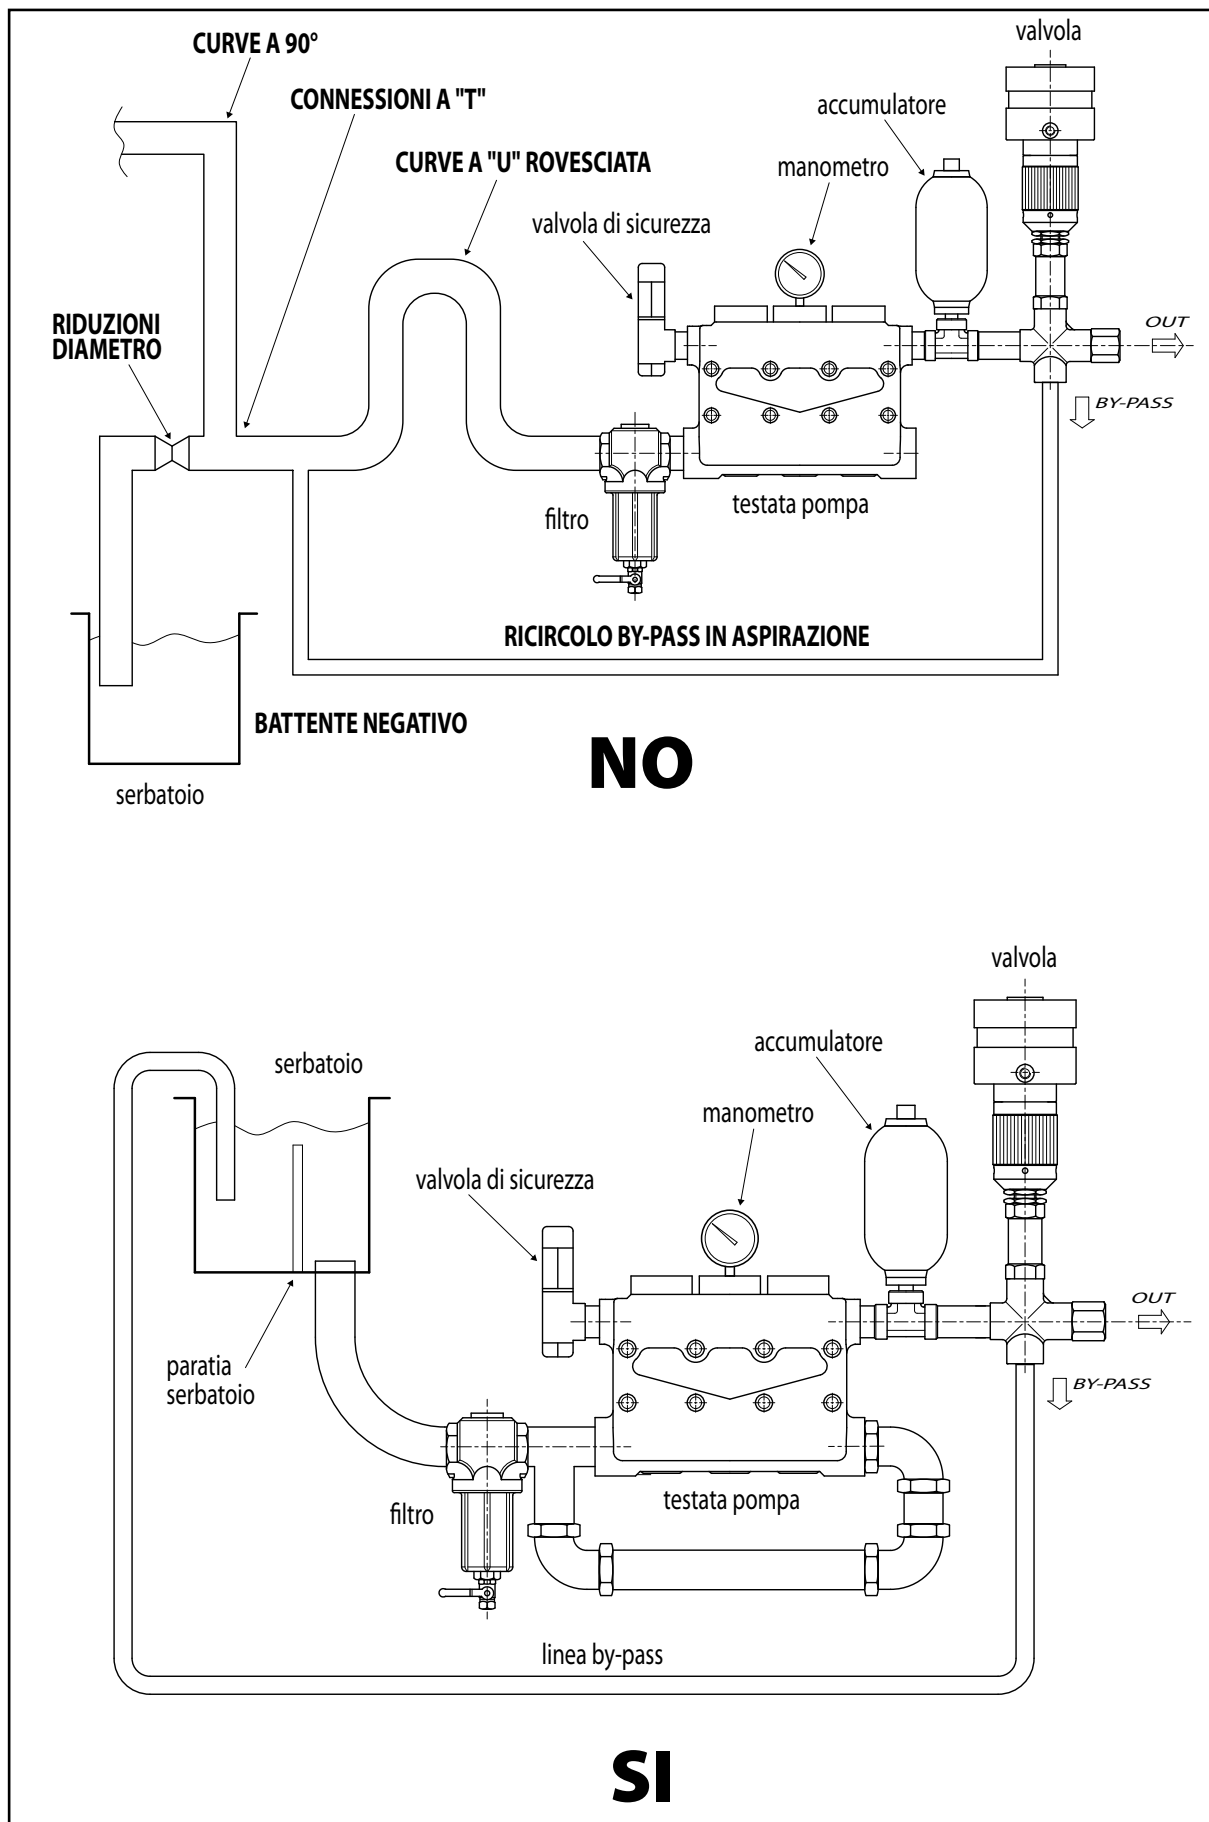

Fig. 2
Per i collegamenti idraulici di aspirazione, mandata e by-pass, si faccia riferimento alla Fig. 2, ove è rappresentata la schematizzazione generica di una possibile installazione della pompa.
- In aspirazione alla pompa evitare strozzature, contropendenze e curve ad "U" rovesciata. Assicurarsi anche che l'impianto sia tale da evitare lo svuotamento delle tubazioni di aspirazione all'arresto della pompa (si veda anche la Fig. 2).